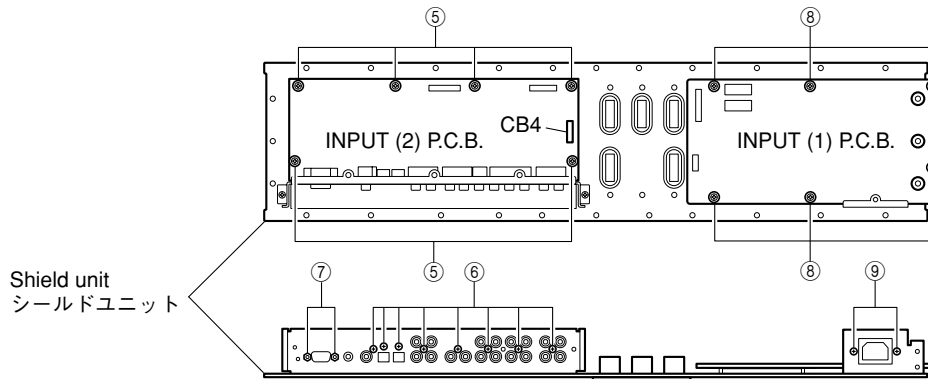

Fig. 4
3. Removal of INPUT (1) and (2) P.C.B.s
- a. Remove 6 screws (⑤), 8 screws (⑥) and 2 jack screws (⑦). (Fig. 4)
- b. Remove CB4. (Fig. 4)
- c. Remove the INPUT (2) P.C.B..
- d. Remove 6 screws (⑧) and 2 screws (⑨). (Fig. 4)
- e. Remove the INPUT (1) P.C.B..
- a. ⑤のネジ6本、⑥のネジ8本、⑦のジャックスクリュー2本を外します。(Fig. 4)
- b. コネクター CB4を外します。(Fig. 4)
- d. ⑧のネジ6本、⑨のネジ2本を外します。(Fig. 4)